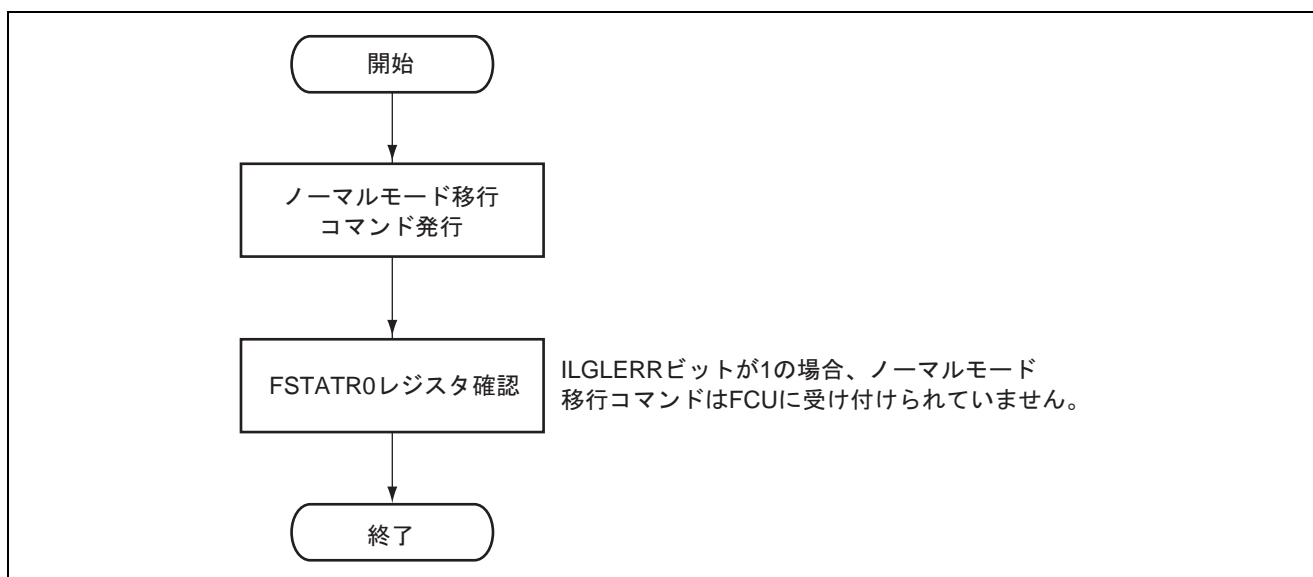

図 20.18 フラッシュメモリ P/E ノーマルモード移行コマンド使用方法
(4) フラッシュメモリ P/E ノーマルモード移行コマンド使用方法
フラッシュメモリ P/E ノーマルモードへの移行方法には、フラッシュメモリリードモード時に FENTRYR レジスタを設定する方法（「20.6.3 (1) FCU RAM へのファームウェア転送方法」を参照）とフラッシュメモリ P/E モード時にノーマルモード移行コマンドを発行する方法（図 20.18）があります。ステータスリードモード移行、ロックビットリードモード移行コマンドの使用方法もノーマルモード移行コマンドの使用方法と同様です。